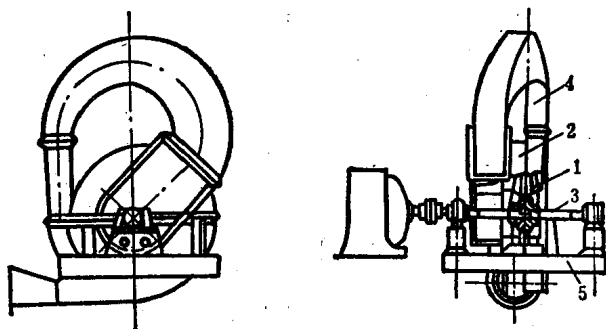

图 2 高压串联离心式鼓风机
2. 高压串联离心式鼓风机 其结构如图 2 所示。其原理相当于两台离心式鼓风机串联使用。其规格和性能见表 2。